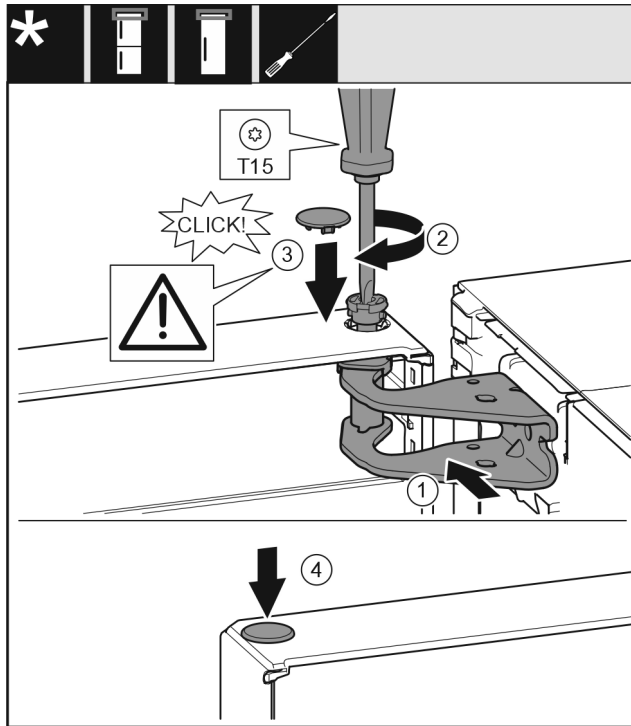

Fig. 45
- Tür oben zur Öffnung im Lagerbock Fig. 45 (1) ausrichten.
- Bolzen Fig. 45 (2) einsetzen und mit Schraubendreher festschrauben.
- Abdeckung Fig. 45 (3) einsetzen.
- Kontrollieren, dass die Abdeckung Fig. 45 (3) auf der Tür aufliegt.
- Abdeckung Fig. 45 (4) einsetzen.